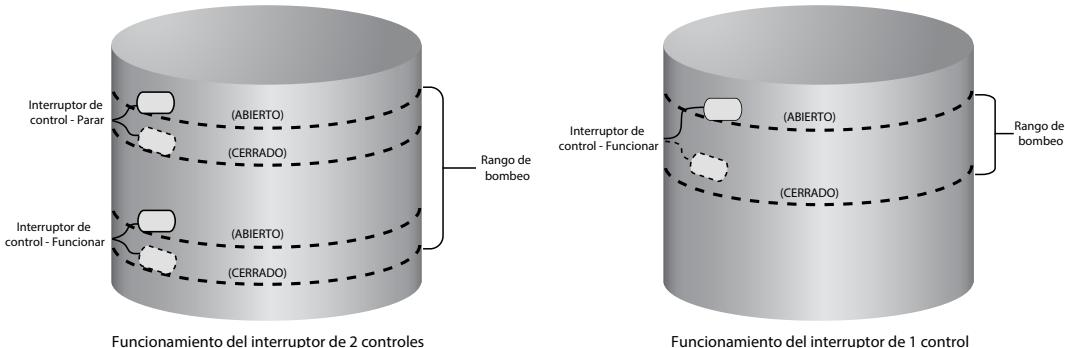

Figura 8: Funcionamiento del interruptor de control
2. Conecte los cables desde el interruptor de control "RUN" (FUNCIONAR) al bloque terminal etiquetado "RUN" (FUNCIONAR) (Figura 8).
El dispositivo Photon™ está diseñado para utilizar hasta dos interruptores de control para su funcionamiento. Cuando se instalan ambos interruptores, el controlador empieza a bombear y espera a apagarse hasta que ambos interruptores lean “OPEN” (ABIERTO). Una vez que se cierran, el controlador espera para funcionar de nuevo hasta que ambos interruptores lean “CLOSED” (CERRADO). Un ejemplo de una aplicación (Figura 8) es utilizar interruptores de nivel separados para indicar niveles de agua altos y bajos. Cuando se utilizan 2 entradas de interruptor, retire la tarjeta ubicada inmediatamente detrás de estas entradas de interruptor.
Alternativamente, el dispositivo Photon™ puede configurarse para controlar el nivel de agua utilizando un solo interruptor de entrada. Una vez que se configure adecuadamente para un solo interruptor de control con una sola entrada activa, el controlador arranca la bomba y espera para apagarse hasta que el interruptor activo lea “OPEN” (ABIERTO). Una vez que se cierra, el controlador espera para funcionar de nuevo hasta que el interruptor lea “CLOSED” (CERRADO). Un ejemplo de una aplicación (Figura 8) sería utilizar un interruptor de nivel de un solo contacto que mantiene el tanque de almacenamiento lleno sin que se desborde. Para el control de un interruptor único de nivel, utilice solo las conexiones de terminal “RUN” (FUNCIONAR). Deje instalada la tarjeta que se encuentra ubicada inmediatamente detrás de estas entradas de interruptor.